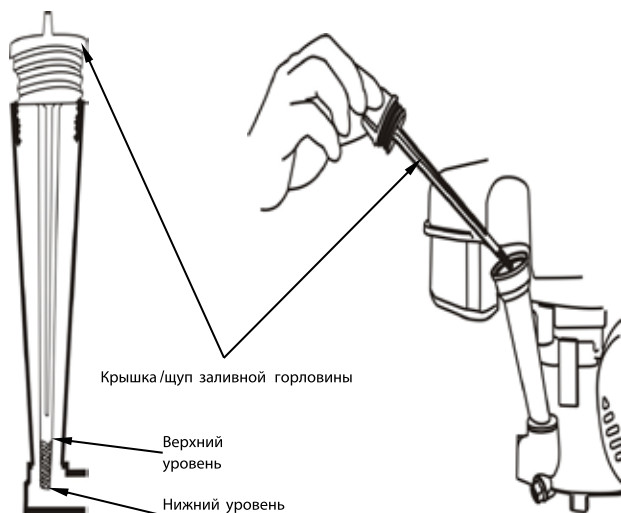

РИС.12
1. Извлеките крышку/щуп и на чисто протрите его (Рис.12)